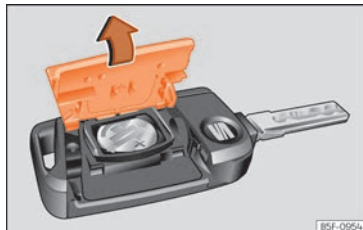

Fig. 45 Cheia cu telecomandă: deschiderea compartimentului bateriei.
- Scoateți capacul de pe spatele cheii cu telecomandă în direcția indicată de săgeată »» fig. 45, »» ①.